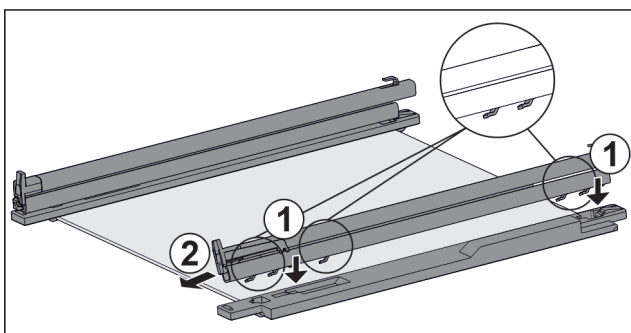

Fig. 122 Glasplatte mit Schienen und Halteteilen
- Haken der Schiene auf die Öffnungen des **linken** Halteteils setzen. Fig. 122 (1)
- Schiene nach vorne ziehen. Fig. 122 (2)
- Haken der Schiene auf die Öffnungen des **rechten** Halteteils setzen. Fig. 122 (1)